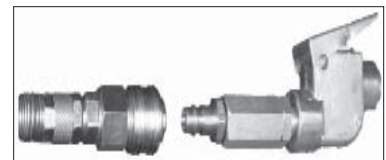

Fig. 09
- Schrauben Sie einen für Ihr Kupplungssystem geeigneten Nippel G1/4" (nicht im Lieferumfang enthalten) in das Ventil (Fig. 09) und verbinden Sie es mit Ihrer Druckluftleitung.
- Betätigen Sie das Ventil (Fig. 09) um die Pumpe in Betrieb zu setzen.